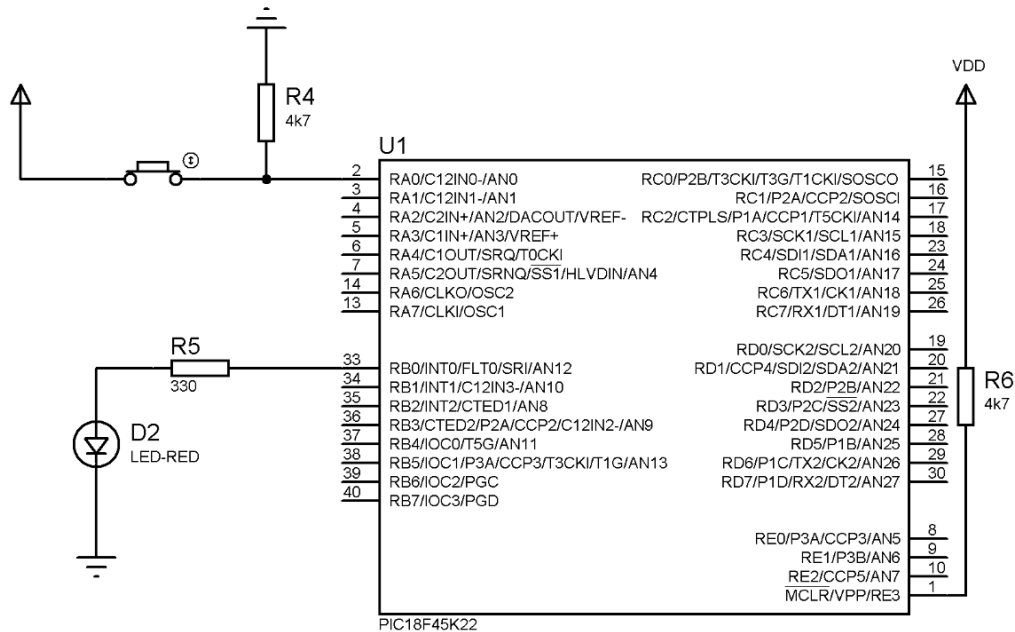

Figura 1
L'esquema del circuit es mostra en la figura 1.
- Implementar el circuit de la Figura 1 sobre Proteus.